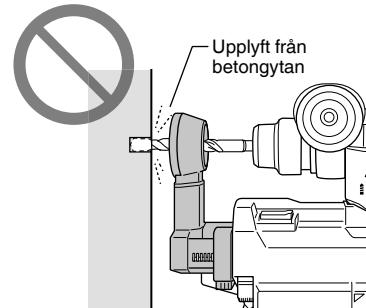

Bild 12
(3) Med munstyckets ände ordentligt kvar på betongytan, fortsätt med borrhningen. (**Bild 12**)